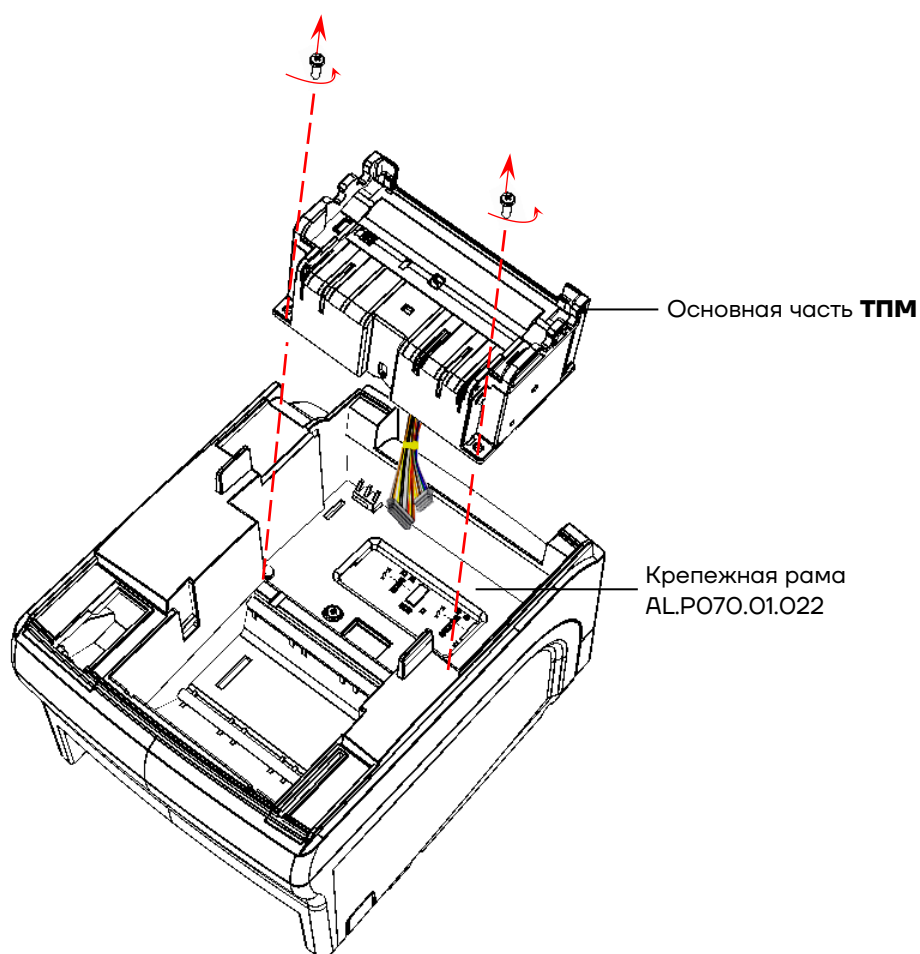

Рисунок 26. Установка **ТПМ** (крышка изделия условно не показана)
- 12** Извлечь основную часть ТПМ из корпуса, аккуратно продев кабели сквозь проем крепежной рамы (рисунок 26).